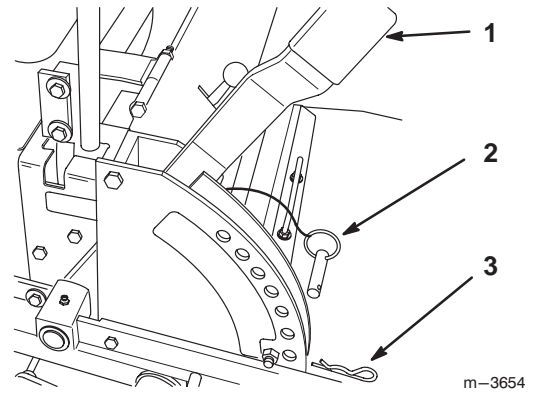

Figure 11
1. Relevez le levier de sélection de hauteur de coupe en position de transport (qui correspond aussi à la hauteur de coupe de 114 mm [4-1/2"]) (Fig. 11).
2. Pour changer de hauteur de coupe, retirez la goupille fendue et l'axe de chape du support de hauteur de coupe (Fig. 11).
3. Placez l'axe de chape dans le trou du support correspondant à la hauteur de coupe voulue (Fig. 11).
4. Fixez l'axe de chape avec la goupille fendue (Fig. 11).